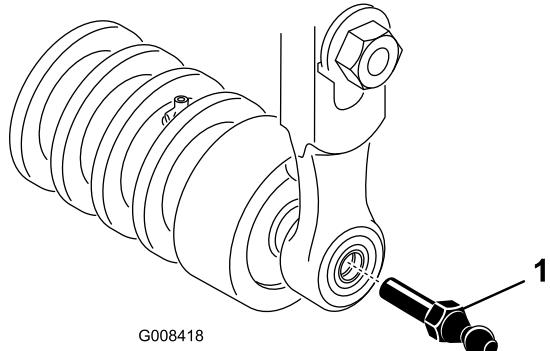

Figura 16
- Inserite un prigioniero a sfera in ogni estremità del rullo anteriore dell'elemento di taglio (Figura 16).